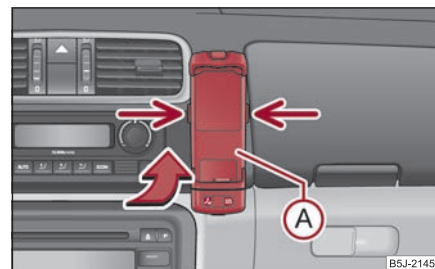

Fig. 133 Pré-équipement téléphonique universel pour le téléphone
- Poussez d'abord l'adaptateur **A** dans le sens de la flèche ⇒ fig. 133 jusqu'à la butée dans le porte-téléphone. Faites légèrement descendre l'adaptateur afin qu'il se bloque.
- Appuyez simultanément sur les verrouillages latéraux du support et sortez celui-ci et l'adaptateur ⇒ fig. 133.